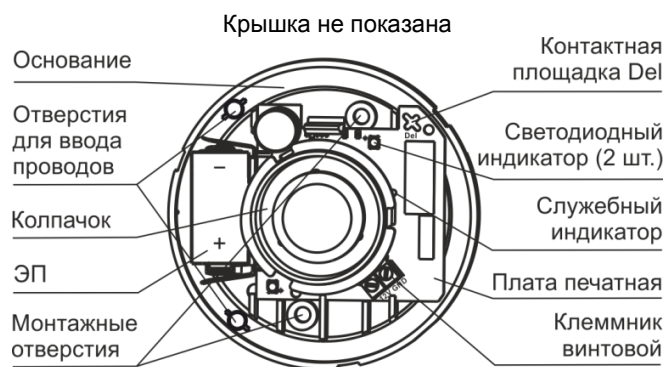

Рисунок 2
4.1 Оповещатель состоит из основания, печатной платы с радиоэлементами и крышки (рисунок 2).